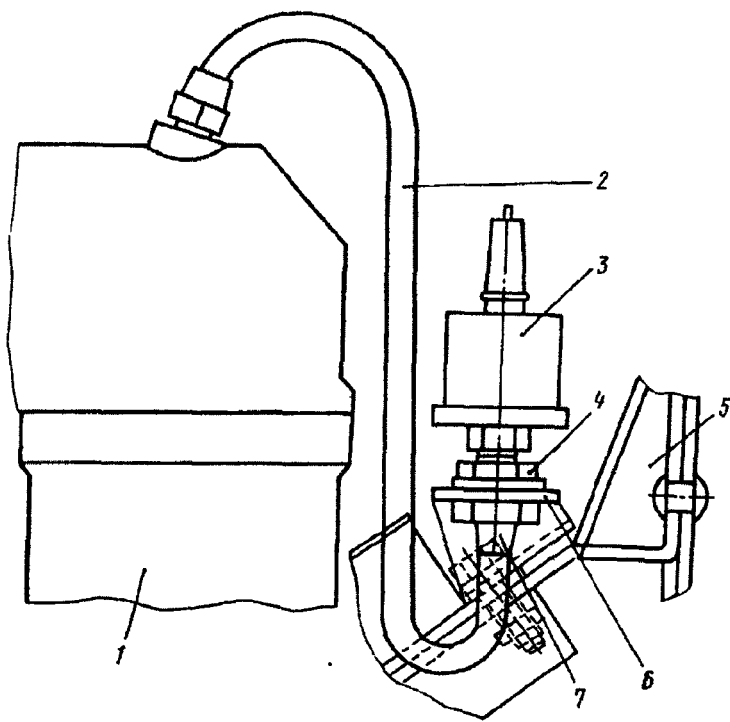

Рис. 14. Установка датчика давления масла:
2. Отвернув контргайку 4 (рис. 14), ослабьте крепление штуцера 7 шланга к кронштейну 6	Ключ 27 мм (2 шт.)